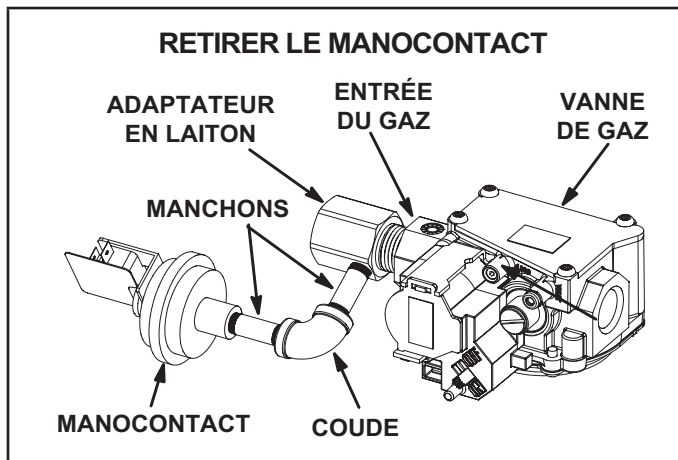

Figure 2
- 6 - Retirer le manocontact basse pression, les manchons, le coude et les adaptateurs en laiton connectés à l'entrée de la vanne de gaz. Voir Figure 2.